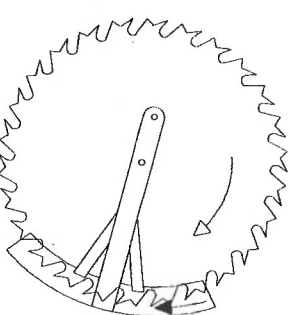

Fig. 6
- 3.- Asegurarse de que la posición del disco es la correcta. La dirección de la flecha grabada en la superficie del disco debe corresponder con la dirección de la flecha grabada en la protección frontal de plástico (Fig. 6).